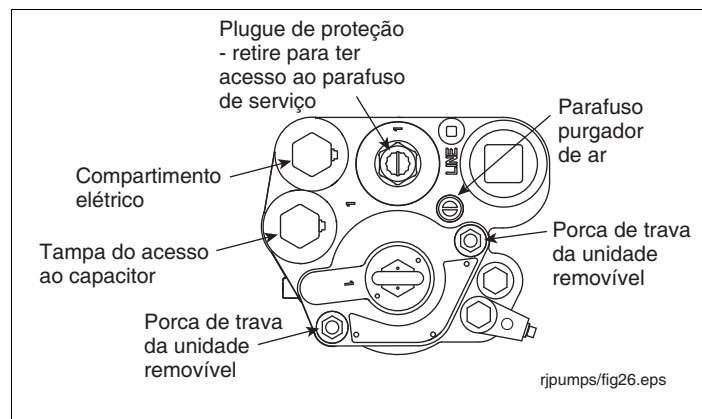

Figura 35. Porcas de trava da unidade removível
2. Retire as duas porcas de trava removíveis (ver Figura 35). As molas dos pinos de trava entre o flange da unidade removível e a câmara empurrarão a unidade removível para fora, rompendo a vedação.
20. Gire o parafuso do purgador de ar 2 ou 3 voltas no sentido anti-horário (ver Figura 35).